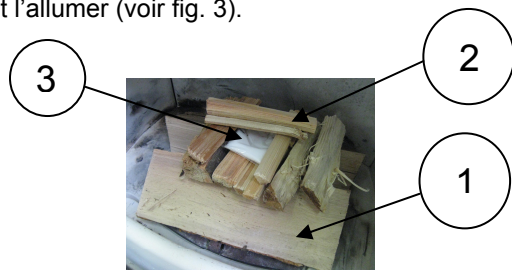

Fig. 3 : Allumage
Installer 2-3 bûches en dessous (1), du petit bois d'allumage (2) par dessus. Puis mettre un allume-feu (3) et l'allumer (voir fig. 3).